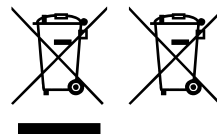

Fig. 1 Fig. 2
4. Symbolen (överkryssad soptunna – Fig. 1) som står på produkten eller på förpackningen, anger att en uttjänt utrustning måste skaffas bort separat.